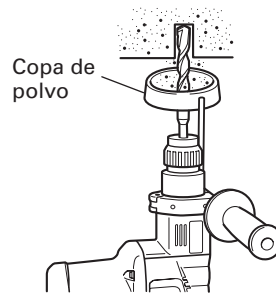
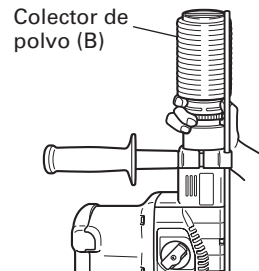

Fig. 3
Fig. 4
7. Cuando instale la copa de polvo o el lector de polvo (B) (Accesorios facultativos) (Fig. 3, Fig. 4)
Emplee la copa de polvo instalando la broca como se muestra en la Fig. 3. Cuando emplee una broca de gran diámetro, agrande el orificio central de la copa de polvo con este martillo giratorio.
- Instalación del colector de polvo (B)
Para emplear el colector de polvo (B), insértelo desde la punta de la broca alineándolo con la ranura de la empuñadura. (Fig. 4)